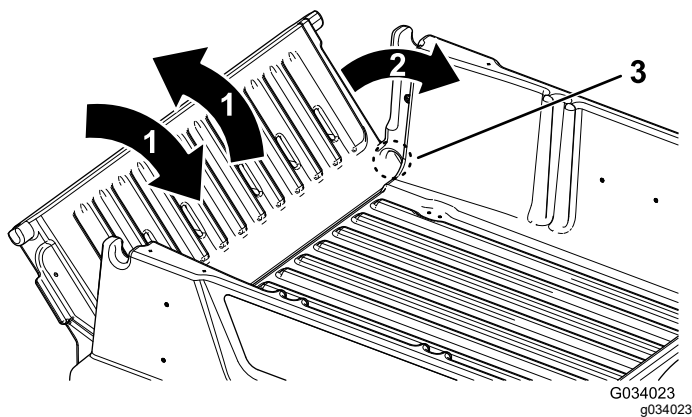

Bild 14
2. Drehen Sie die Heckklappe auf eine ungefähre Stellung von 45° (Bild 14).
3. Drehen Sie die Heckklappe mehrmals mit kurzen, schüttelnden Bewegungen (**Bild 14**).